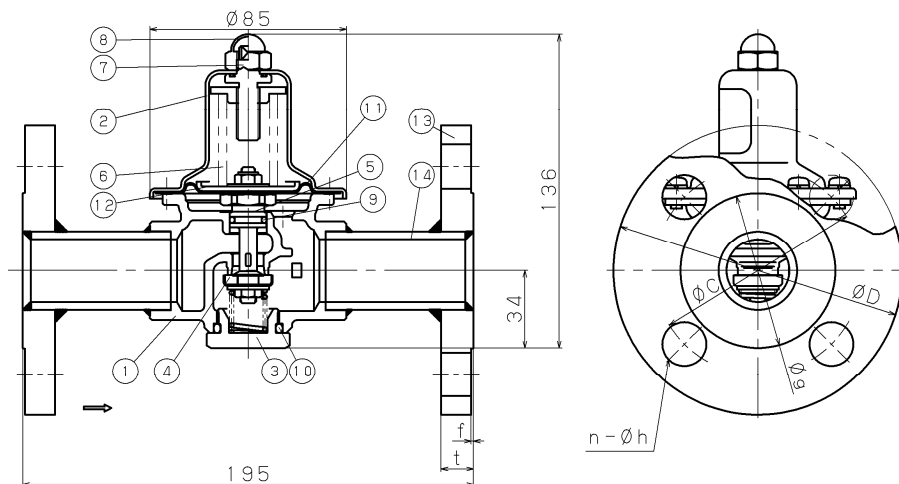
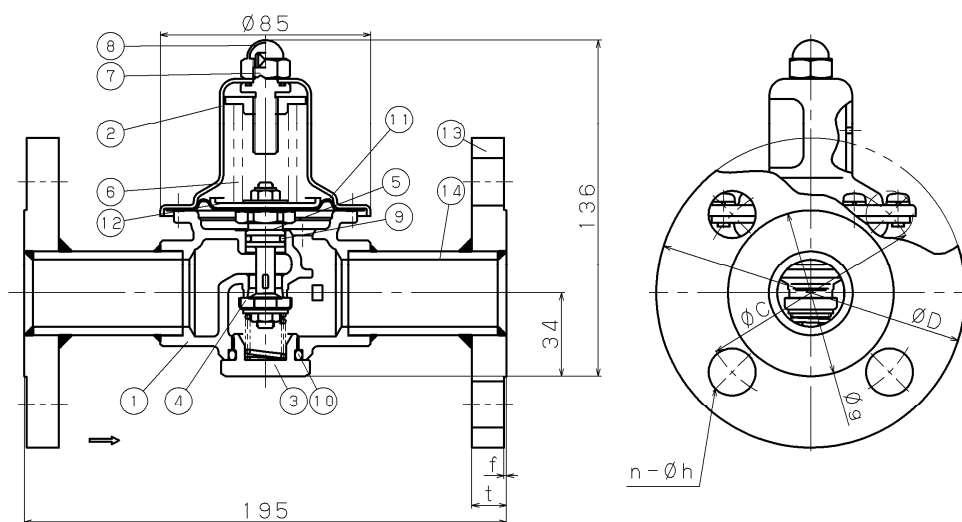

図 5.GD-43-20 型、GD-43N-20 型
図 6.GD-43G-20 型
3.2 GD-43-20 型, GD-43G-20 型(図 5, 図 6, 表 5, 及び表 6.参照)